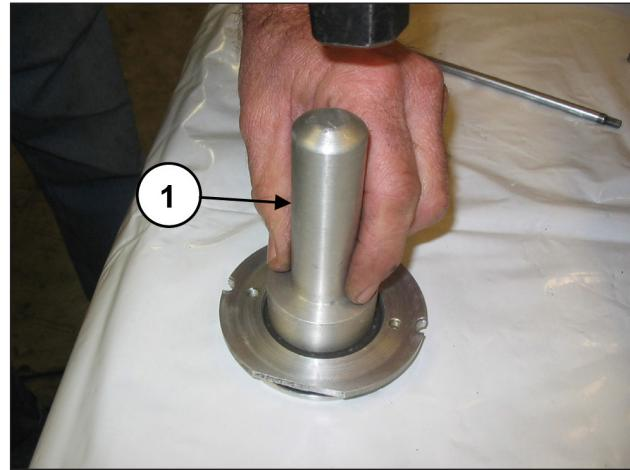

图 139
使用代号为27910900的缓冲垫，将油封安装在油封盖（位置①，图 139）上。